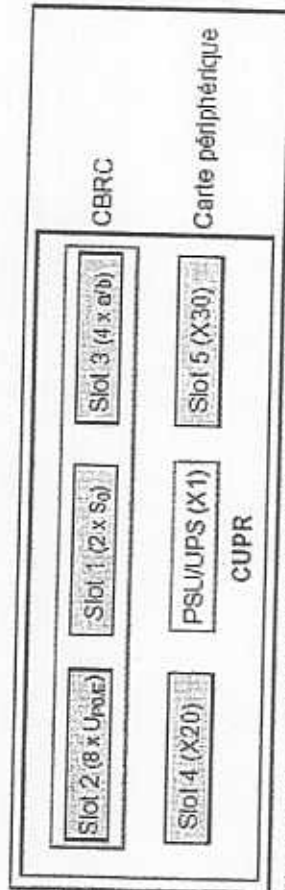

Figure 3-11 Fond de panier CUPR (S30777-Q0751-Z)
- CUPR (Connection Unit Point Rack) S30777-Q0751-Z (figure 3-11) - pour montage dans HPath 3300 (boîtier 19")